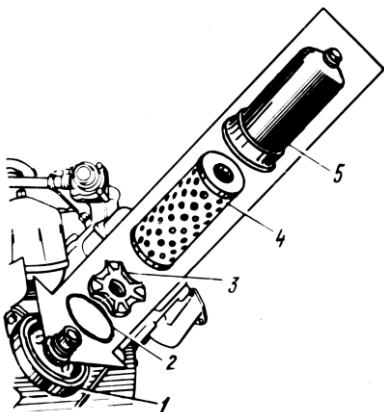

Рис. 62. Масляный фильтр:
2. Отвернуть полностью и снять колпак 5 (рис. 62) фильтра.